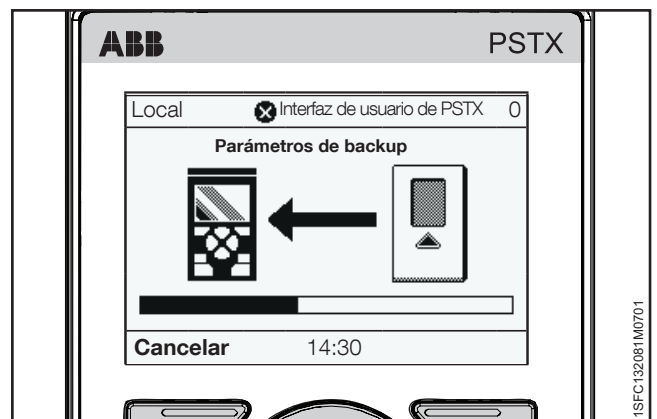

Figura 6.25
3. La descarga de los parámetros se muestra como en la **Figura 6.25**. El nombre del archivo de la copia de seguridad muestra el día, el mes y el año en que se creó.